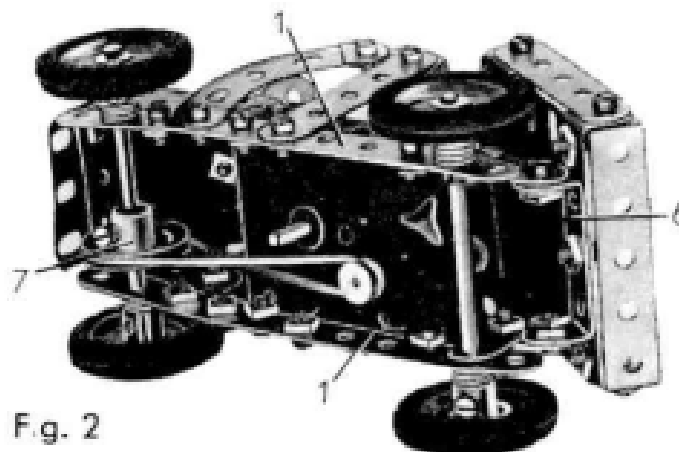

Fig. 2
Le châssis du camion est formé de deux bandes de 11 trous (1) boulonnées sur les rebords d'un moteur Magic (fig. 2). Une autre bande de 11 trous (2) est fixée au-dessus de chaque bande (1) par des supports plats placés à 3 trous de leurs extrémités avant. Les bandes (2) sont réunies à l'avant par une bande coudée de 38 x 12 mm. Une plaque flexible de 6 x 4 cm. est boulonnée sur la bande coudée et cintrée pour former à la fois la calandre et le dessus du capot. Deux bandes de 3 trous (3) sont réunies sur cette plaque pour indiquer la base du pare-brise. Chaque côté du capot est une plaque flexible triangulaire de 6 x 4 cm. boulonnée sur la bande (2). L'angle supérieur des plaques triangulaires est incurvé et rabattu sur le capot où il est tenu en place par une rondelle passée sur un boulon. (4).
La benne est un cadre formé de deux bandes de 5 trous réunies par deux bandes coudées de 60 x 12 mm. Les boulons qui assemblent ces pièces fixent également deux autres bandes coudées de 60 x 12 mm. dont l'une apparaît en (5). Le fond de la benne est une plaque flexible de 6 x 6 cm. fixée sur les bandes coudées (5). Une bande coudée de 38 x 12 mm. (6) est boulonnée à l'arrière de la benne (fig. 2). Les rebords de la bande (6) sont articulés à l'aide de